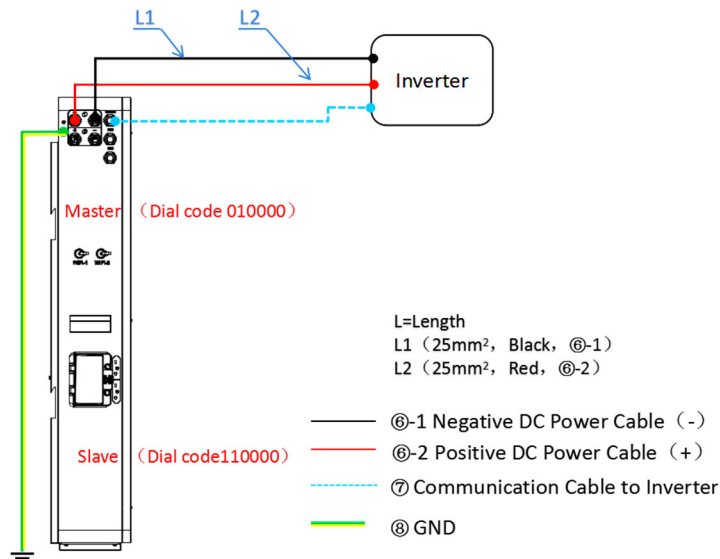

Fig. 4.1.1 Kabelforbindelsesdiagram for system med et enkelt sæt (10 kWh, udgangseffekt 5 kW)
Trin 2. Tilslut det forudinstallerede ⑥ strøm-kabel og ⑦ kommunikationskabel til inverteren, se fig. 4.1.1 .